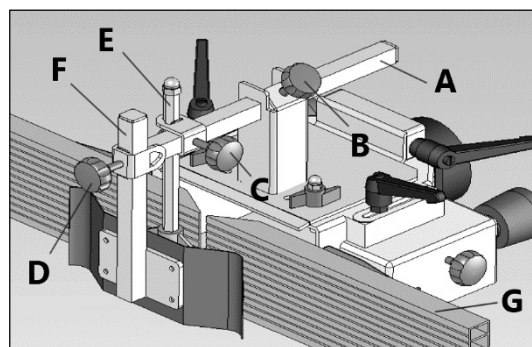

Рисунок 11.
Вставьте квадратный стержень **A** (рис. 11) в крышку кожуха и зафиксируйте его винтом-барашком **B**. Установите вертикальный держатель **E** на квадратный стержень **A** и зафиксируйте его винтом-барашком **C**. Вставьте передний защитный кожух **F** в конец квадратного стержня и зафиксируйте его винтом-барашком **D**. При правильной установке обрабатываемая деталь плотно прижимается как к столу, так и к упору.
- соедините щечки **G** упора (рис. 11) вместе так, чтобы края не касались режущего инструмента;